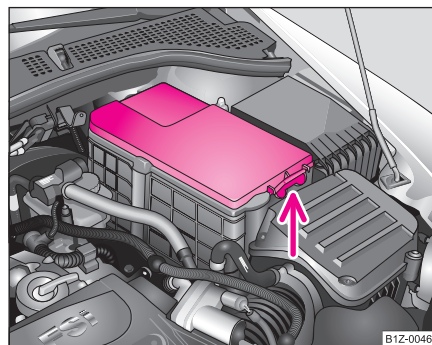

Fig. 191 Vano motor: Batería
- Presionar el enclavamiento en el lado de la cubierta de batería ⇒ **fig. 191**, levantar la cubierta y sacarla.